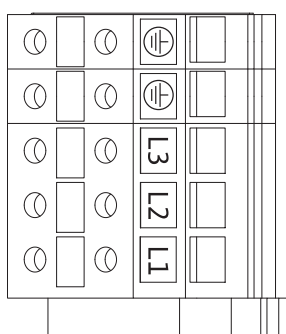

Fig. 26: Terminais de potência (terminais de ligação de rede)
- Terminais de potência (terminais de ligação de rede) (Fig. 26)